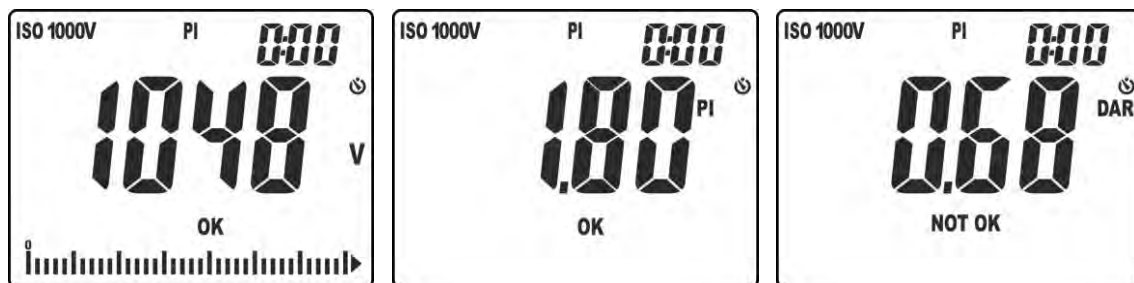

Abb. 24: Ergebnisse der Messung von PI und DAR
10. Drücken Sie die Tasten ▼/⚡ oder ▲/ZERO zur Anzeige der tatsächlich verwendeten Testspannung, des Werts des Parameters PI oder des Parameters DAR (siehe Abb. 24).